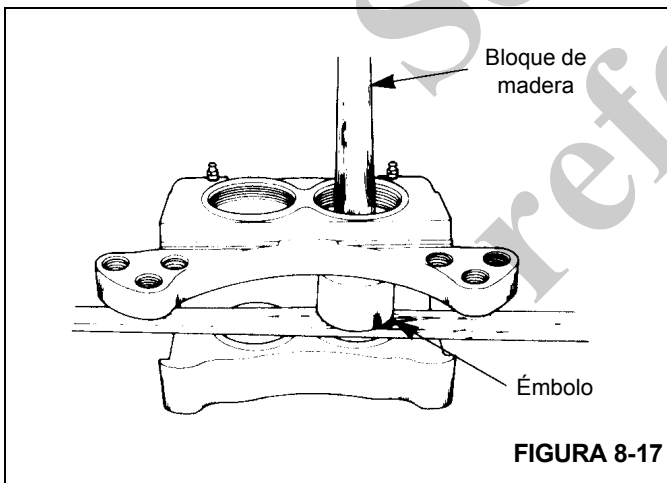

FIGURA 8-17
- 8. Retire los émbolos del lado de la caja con la placa de montaje. Empuje los extremos de los émbolos para forzarlos fuera por el lado del disco de la caja (Figura 8-17).